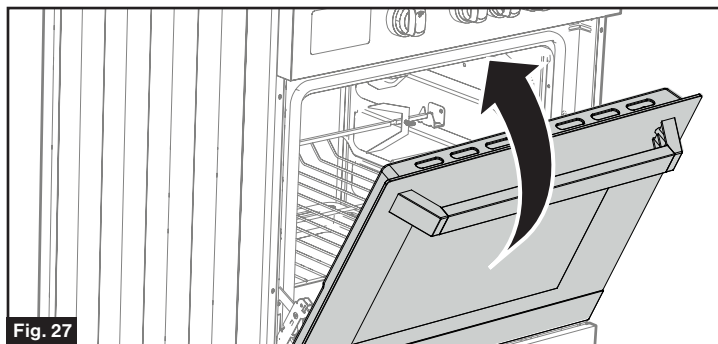

Fig. 27
4. Fermez hermétiquement la porte. (Fig. 27)